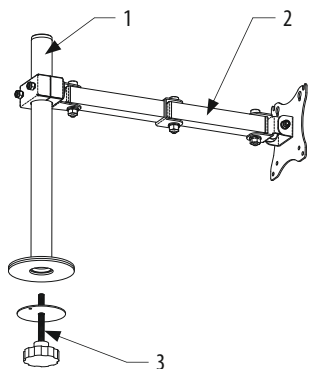

Рисунок 1. Внешний вид кронштейна K-521
- 4.2 Внешний вид кронштейна показан на рис.1.